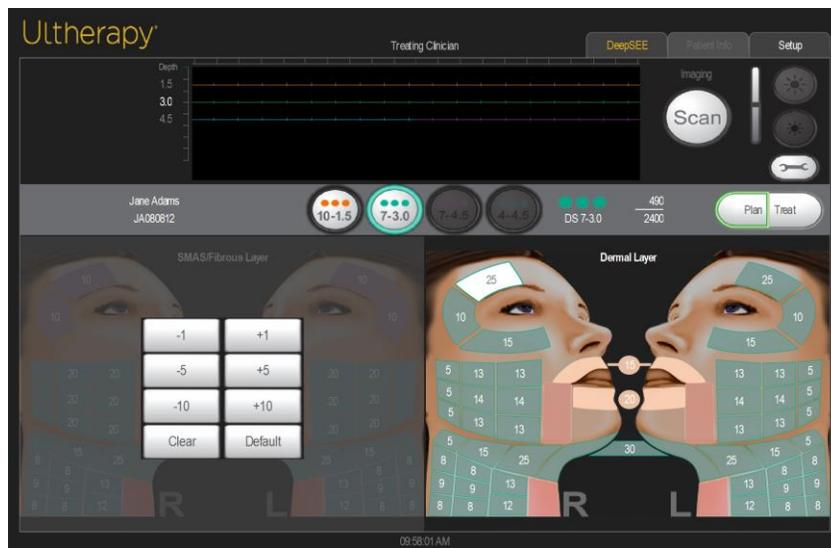

Figura 7.12 - El teclado alternante aparece a la izquierda y permite personalizar el recuento de líneas del transductor
5. Seleccione la región donde el color es translúcido para modificar el recuento de líneas de tratamiento. En la pantalla, aparecerá automáticamente un teclado alternante para permitir al usuario realizar ajustes como se muestra en la Figura 7.12.